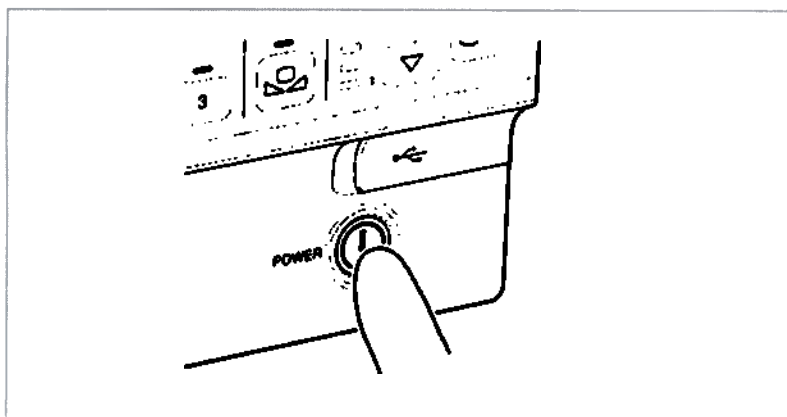

Рисунок 4.1
2. Чтобы включить видеопроцессор, нажмите выключатель питания ① (см. рисунок 4.1).